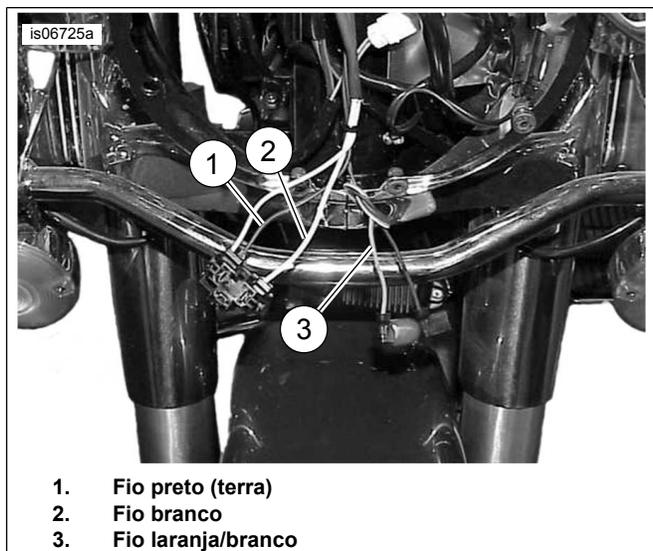

Figura 21. Fios para as conexões do transmissor (modelos FLHR anos 2013 e anteriores)
- a. **Modelos Touring FLHR 2013-anteriores:**Veja a figura 21. Corte os fios preto (1) e branco (2) dos faróis dianteiros **dentro da nacela** , balanceando um pouco os comprimentos para evitar que as emendas fiquem juntas.